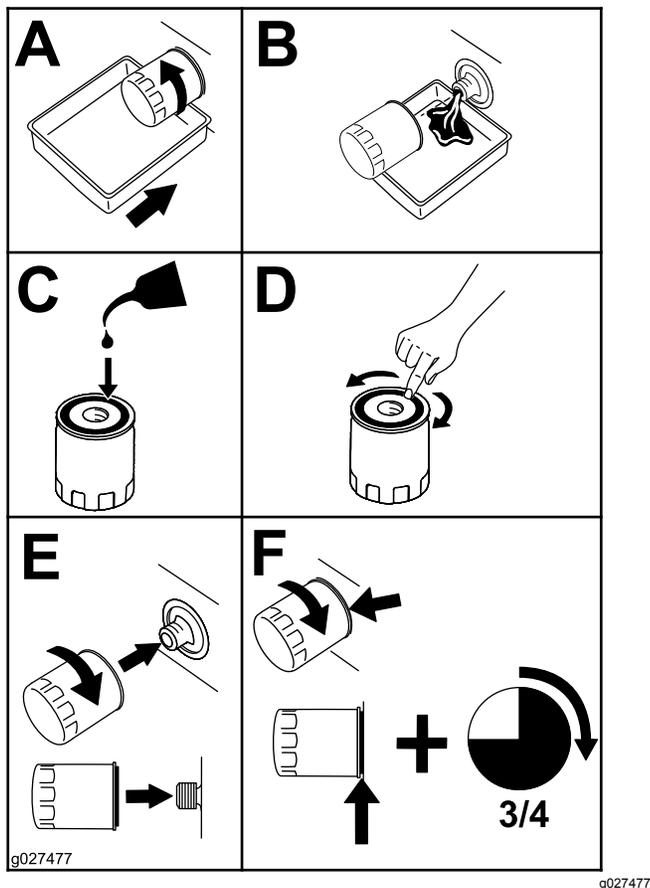

Рисунок 34
2. Замените масляный фильтр двигателя (Рисунок 34).